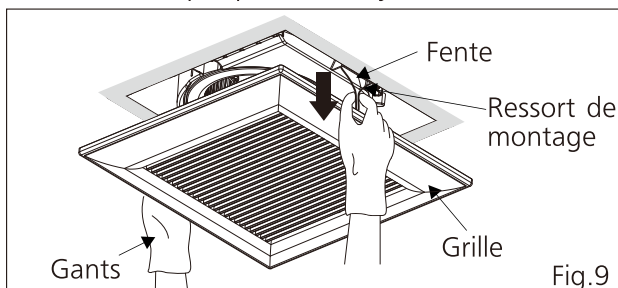

Fig.9
1. Retirez la grille. (Comprimez le ressort de montage et abaissez-le doucement.) (Fig.9)